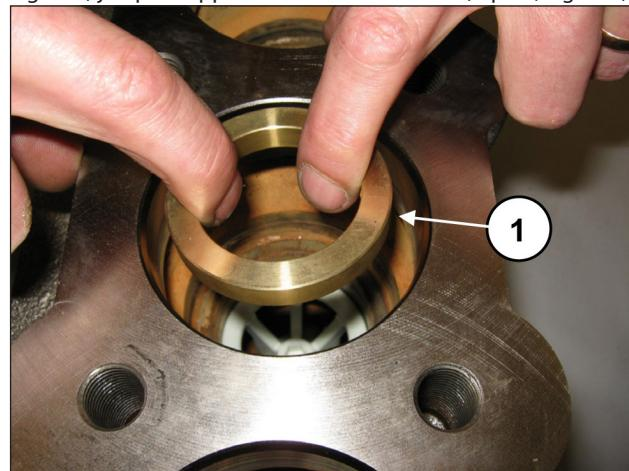
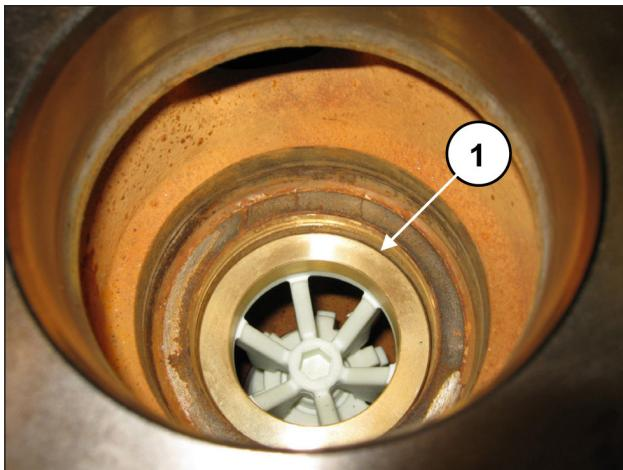

Fig. 117
Fig. 118
Placer la bague entretoise dans le siège de soupape (rep. ①, Fig. 117) jusqu'en appui direct sur l'entretoise (rep. ①, Fig. 118).